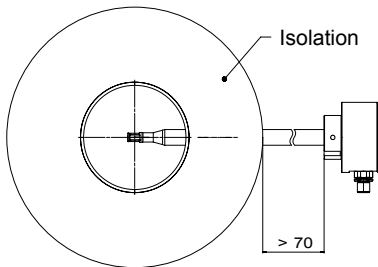

Figure 3-1
L'utilisation dans des gaz chauds nécessite un tronçon d'air libre d'une longueur de 70 mm au moins du tube du capteur (calculé à partir boîtier du capteur) sans des matériaux environnants empêchant la convection (par exemple une isolation thermique) afin de garantir un refroidissement suffisant (voir Figure 3-1).
Le milieu de la tête à chambre auquel l'indication de longueur (L) de la sonde se réfère, représente le point de mesure réel du flux et doit être placé le plus favorablement possible dans le flux, par ex. au milieu du tube (voir également Figure 3-1).